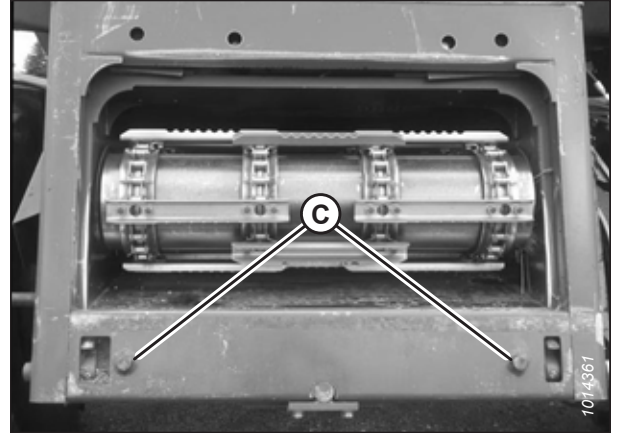

Figure 5.22: Chevilles d'alignement sur le convoyeur
2. Démarrez le moteur et approchez lentement la plateforme jusqu'à ce que le convoyeur se trouve directement sous la traverse supérieure de l'adaptateur (A) et que les chevilles d'alignement (C) du convoyeur (illustrées sur la figure 5.22, page 313) soient alignées avec les trous (B) du châssis de l'adaptateur.